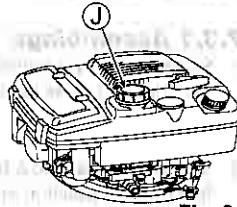

Fig. 9.
1 Ouvrez le bouchon du réservoir à carburant (J) et ajoutez le carburant. Essuyez immédiatement avec un chiffon si de l'essence a coulé. (Voir Fig. 9.)